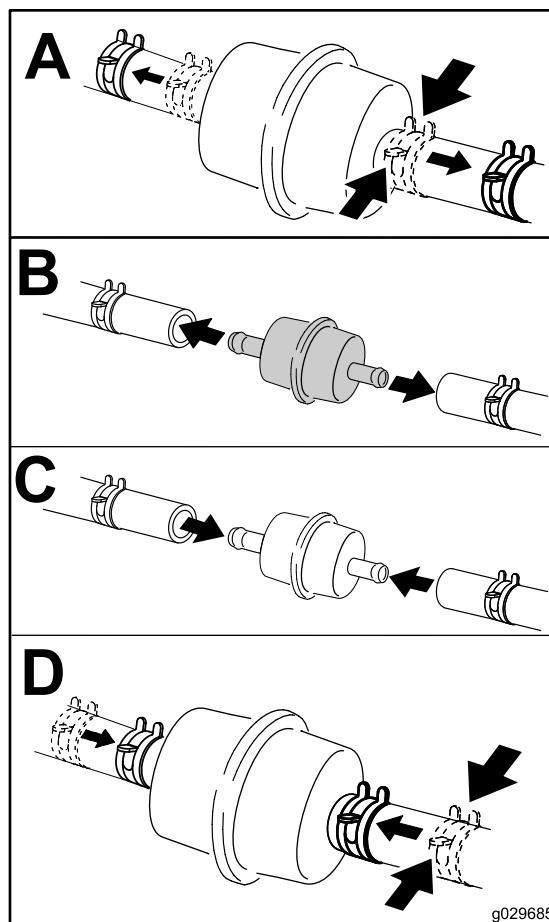

Figura 46
5. Cambie el filtro de combustible (Figura 46).